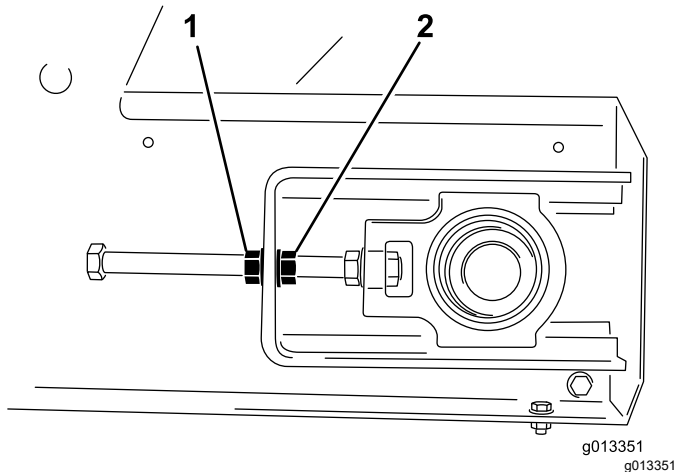

Figura 55
4. Cu 2 chei, blocați capătul tijei întinzătorului și apoi slăbiți piulia de blocare, care este piulia cea mai apropiată de capătul tijei (Figura 55).
3. Pe partea spre care se îndreaptă banda, ineți fix capătul tijei întinzătorului, slăbiți piulia de blocare și strângeți piulia de reglare cu 2 ture ale piuliei (Figura 55).